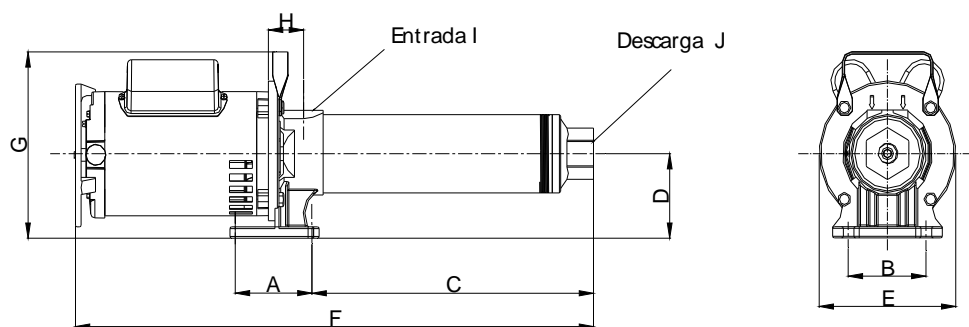

Figura 2- Dimensiones
2. El diámetro de la tubería de succión y descarga no debe ser menor de los puertos correspondientes de la bomba (vea Figura 2). Un tubo más pequeño reducir á la capacidad de la bomba. Aumenta el tamaño del tubo en las tandas largas.